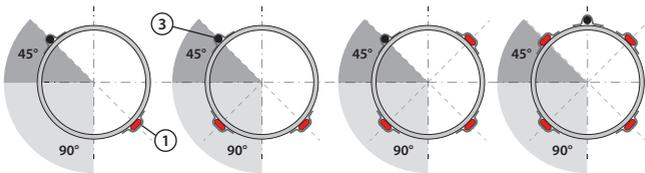

Fig. 2
5. Lige kabler og føleren skal monteres som vist i Fig. 2. Kabler, der er viklet rundt om rør, fastgøres som vist for hver 1 m rør ved hjælp af aluminiumstape.